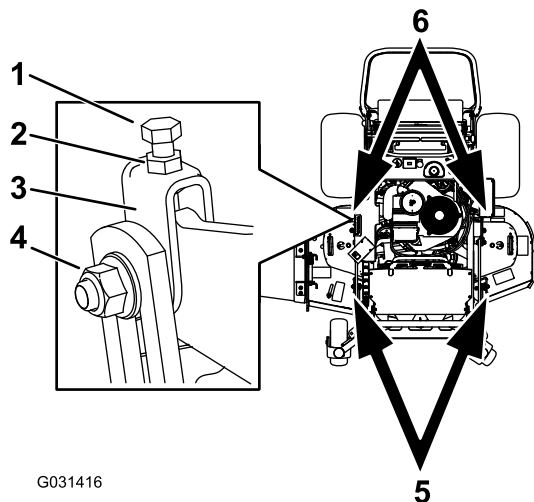

Figura 90
1. Allentate il controdado e il bullone laterale nelle forcelle che desiderate regolare (Figura 90).
2. Ruotate il bullone superiore delle forcelle per regolare l'altezza del piatto di taglio (Figura 90).
5. Se la misurazione non è corretta, individuate le 2 forcelle anteriori sulla macchina (Figura 90).